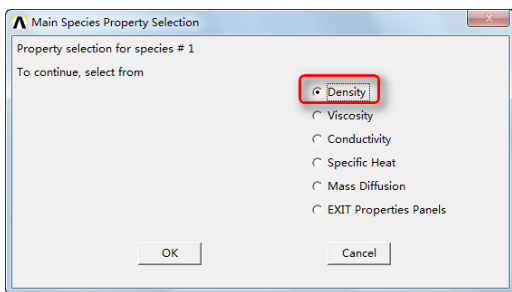

图 10-35 “Main Species Property Selection”对话框
⑩单击“OK”按钮会弹出“Main Species Property Selection”对话框，如图 10-35 所示，在“To continue, select from”选择列表中选择“Density”。
⑬单击“OK”按钮会再次弹出“Main Species Property Selection”对话框，如图 10-35 所示，在“To continue, select from”选择列表中选择“Viscosity”。
⑮单击“OK”按钮会再次弹出“Main Species Property Selection”对话框，如图 10-35 所示，在“To continue, select from”选择列表中选择“Conductivity”。
⑰单击“OK”按钮会再次弹出“Main Species Property Selection”对话框，如图 10-35
②④单击“OK”按钮会再次弹出“Main Species Property Selection”对话框，如图 10-35 所示，单击“Cancel”按钮关闭该对话框。
②⑦单击“OK”按钮会弹出“Main Species Property Selection”对话框，如图 10-35 所示，在“To continue, select from”选择列表中选择“Density”。
②⑨单击“OK”按钮会再次弹出“Main Species Property Selection”对话框，如图 10-35 所示，在“To continue, select from”选择列表中选择“Viscosity”。
③⑪单击“OK”按钮会再次弹出“Main Species Property Selection”对话框，如图 10-35 所示，在“To continue, select from”选择列表中选择“Conductivity”。
③⑬单击“OK”按钮会再次弹出“Main Species Property Selection”对话框，如图 10-35 所示，在“To continue, select from”选择列表中选择“Specific Heat”。
③⑮单击“OK”按钮会再次弹出“Main Species Property Selection”对话框，如图 10-35 所示，单击“Cancel”按钮关闭该对话框。